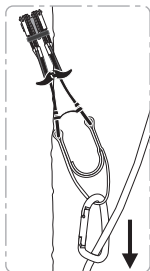

Abbildung 3
- Richten Sie die Totem-Backenklemme in Richtung der der erwarteten Belastung aus (*siehe Abbildung 3*).